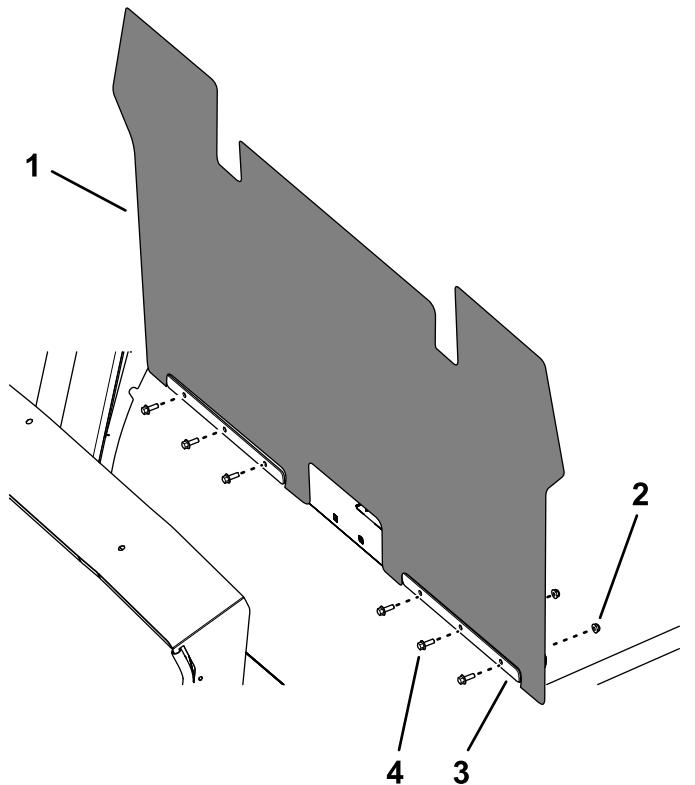

Рисунок 22
2. Установите внутреннее крыло и накладки крыльев с помощью 6 фланцевых болтов с шестигранной головкой ($\frac{1}{4} \times \frac{3}{4}$ дюйма) и 6 фланцевых гаек (1/4 дюйма), как показано на Рисунок 22.